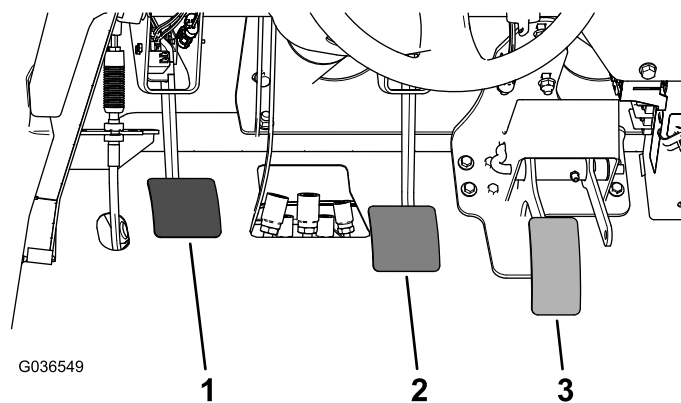

Рисунок 61
2. Поднимайте педаль тормоза, (Рисунок 61) пока она не коснется рамы.
3. Ослабьте контргайку крепления вилки к валу главного тормозного гидроцилиндра (Рисунок 61).